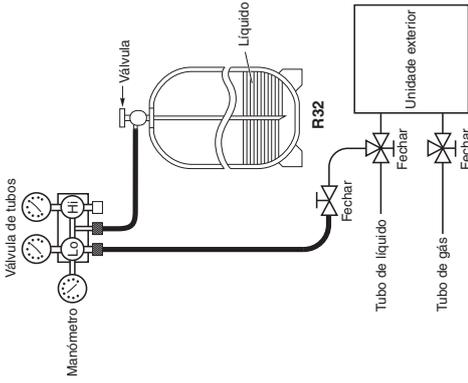

Fig. 7-1
Carregue o refrigerante adicional (calculado desde o comprimento do tubo de líquido como descrito na secção "1-4 Tamamho da tubagem") utilizando a válvula de serviço do tubo de líquido. (Fig. 7-1)
- Carregue o refrigerante adicional (calculado desde o comprimento do tubo de líquido como descrito na secção "1-4 Tamamho da tubagem") utilizando a válvula de serviço do tubo de líquido. (Fig. 7-1)